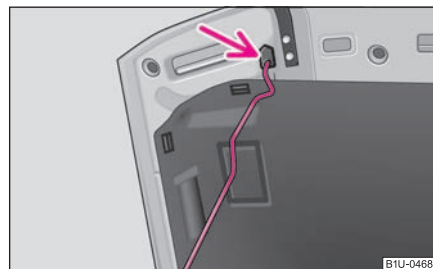

Fig. 144 Seguro del capó con la varilla de apoyo
- Saque la varilla de apoyo de su fijación y engánchela en la abertura prevista con tal fin ⇒ fig. 144.